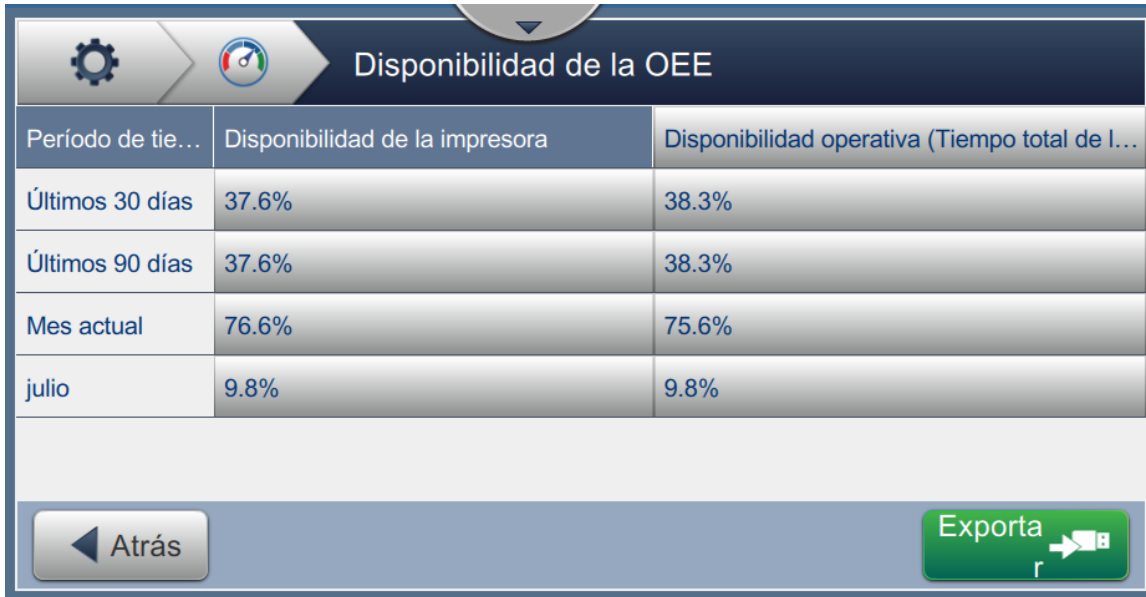

Figura 6-37. Rendimiento: Disponibilidad de la OEE
2. Se muestran los datos de disponibilidad de la impresora y la disponibilidad operativa con el período de tiempo del tiempo total de la impresora, como se muestra en la Figura 6-37.